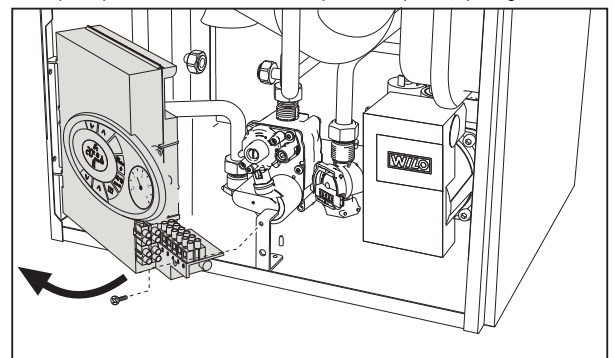

fig. 21
2. Svitare le viti e ruotare il pannello comandi (vedi fig. 21).